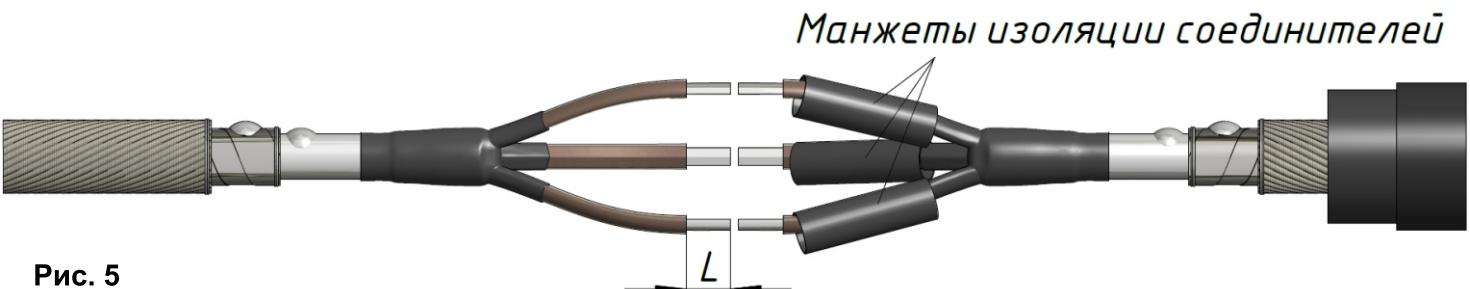

Рис. 5
5.6. Обрезать жилы кабелей по опорной линии. Снять изоляцию с жил на длине L, равной глубине внутренней цилиндрической части соединителя до перегородки (рисунок 5). Надеть манжеты изоляции соединителей на жилы одного из кабелей. Зачистить и обезжириТЬ токоведущую часть жилы.